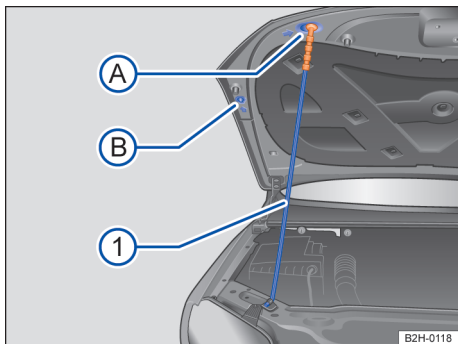

Fig. 170 Fixar a tampa do compartimento do motor com a haste de sustentação.
- Desencaixar a haste de sustentação no punho de cor contrastante, no lado direito do painel dianteiro → Fig. 170 ① → ▲.
- Introduzir a haste de sustentação no punho, na fixação → Fig. 170 ② ou ③.